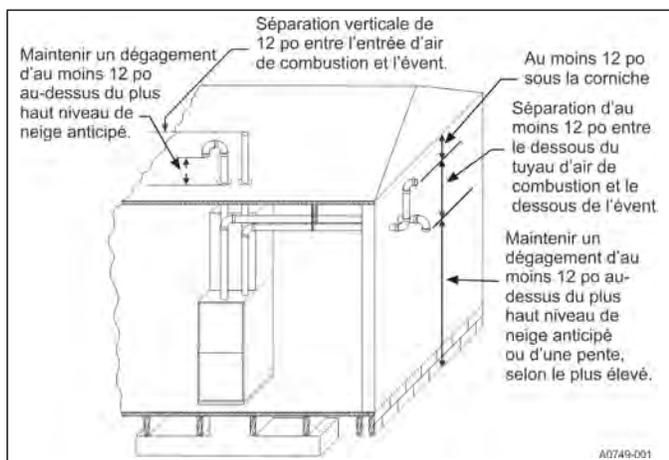
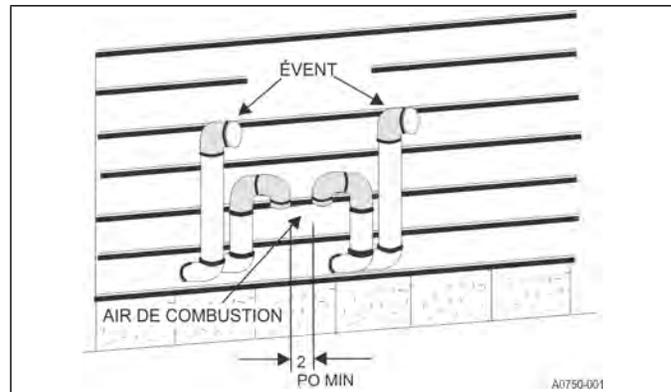

FIGURE 24 : Configuration de sortie – 2 conduits
FIGURE 26 : Double sortie horizontale de conduits d'air de combustion et de ventilation
7. Les conduits d'air de combustion et de ventilation des systèmes de ventilation directe doivent se terminer dans la même zone atmosphérique. Reportez-vous aux figures 24 ou 25.
La partie d'air de combustion de la configuration de sortie à 2 conduits illustrée dans les figures 24 et 25 peut être installée de sorte que le conduit d'air de combustion débouche comme montré dans les sections d'air de combustion extérieures ventilées décrites dans ces directives. Observez les directives relatives à l'air de combustion extérieur ou l'air de combustion ventilée ainsi que celles qui décrivent l'installation d'un système de ventilation avec configuration de sortie comme illustrée dans les figures 26 et 27. Pour un système à 2 conduits, chaque appareil de chauffage doit utiliser un conduit d'air de combustion et un conduit de ventilation séparés. Deux conduits d'air de combustion ou de ventilation ne doivent JAMAIS être raccordés ensemble. Les conduits d'air de combustion et de ventilation doivent se terminer dans la même zone atmosphérique.